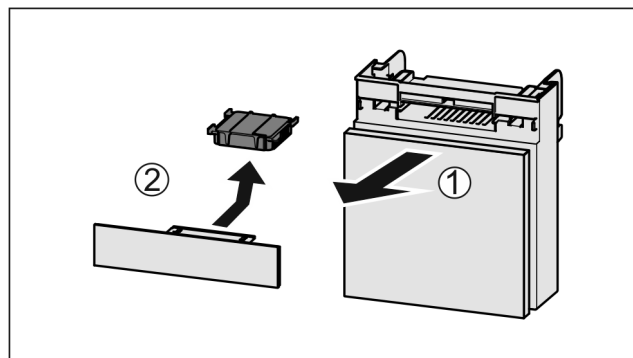

Fig. 52
- ▶ Wyciągnąć Fig. 52 (1) komorę do przodu.
- ▶ Wyjąć Fig. 52 (2) filtr z węglem aktywowanym.